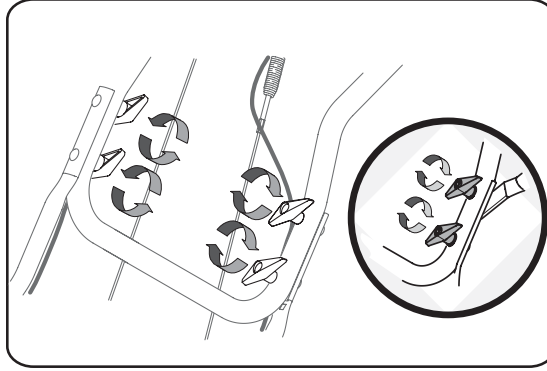

Figure 3-2
- Enlevez les boutons, rondelles et les boulons ordinaires intérieurs (et tuyau de support si équipé comme illustré dans l'encadré) de chaque côté du guidon inférieur. Voir la Figure 3-2.